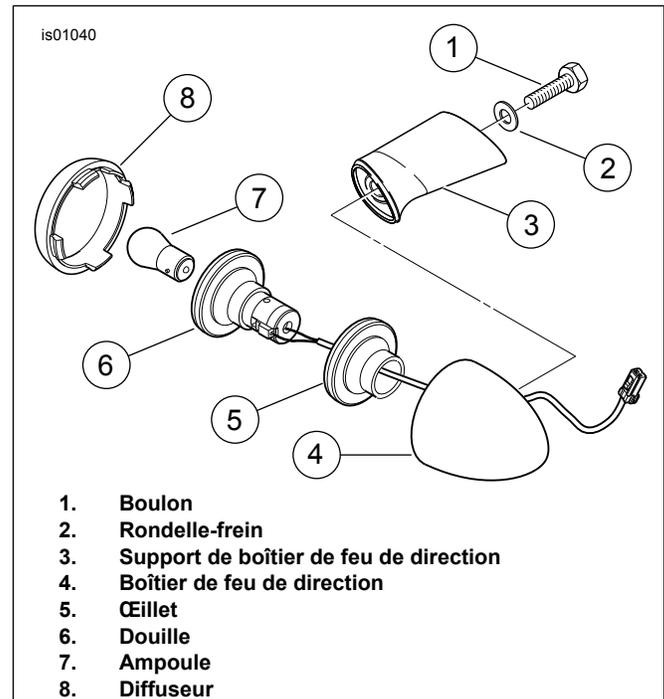

Figure 1. Dépose du feu de direction de série
2. Voir Figure 1. Retirer le diffuseur (8) du boîtier de feu de direction (4) arrière. Retirer l'ampoule (7) de la douille (6) du réflecteur.
6. Voir Figure 1. Installer les ampoules des feux de direction de gauche (7) dans les douilles (6). Installer les lentilles (8) dans les boîtiers des feux de direction de gauche (4).